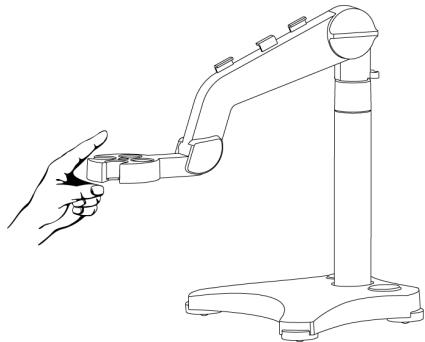
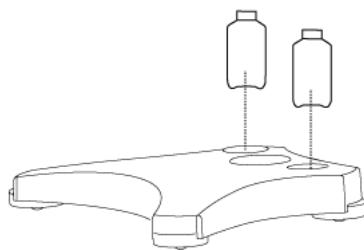

图2-3
图2-4
**说明：**旋紧旋钮到适当程度，可自由上下调节支架臂，支架臂会稳定在调节位置(如图2-3)。独立电极支架底座的两个小孔可用于放置电极保护瓶(如图2-4)。